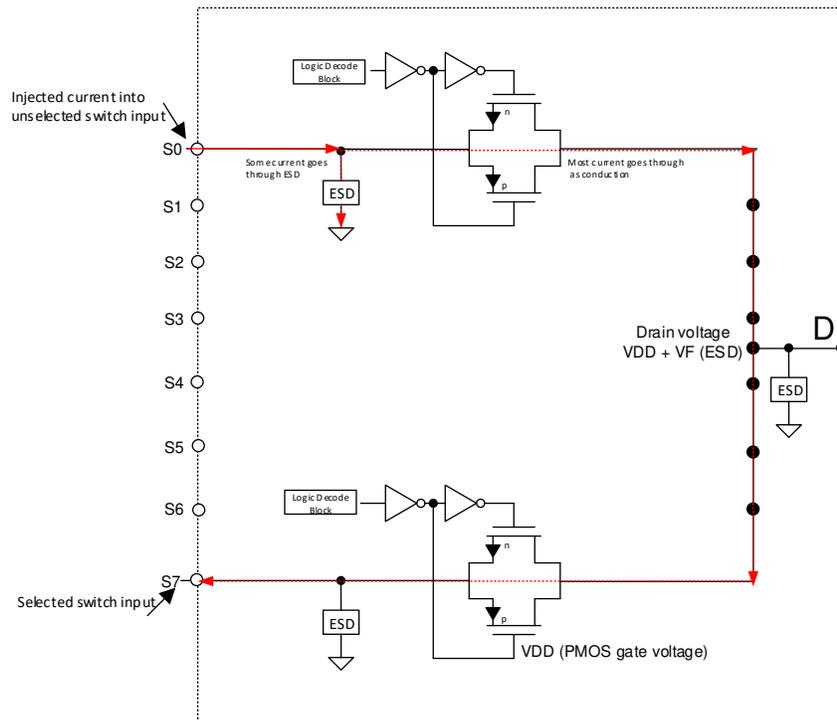

図 8-1. 典型的な CMOS スイッチとそれに関連するインジェクション電流経路の簡略図
インジェクション電流の影響: 一般的な CMOS スイッチには、入力および出力に ESD 保護ダイオードが備えられています。これらのダイオードは、ESD 保護として機能するだけでなく、入力や出力が V_{DD} を超えたり、GND や V_{SS} を下回ったりしないように電圧クランプとしても機能します。無効化された信号パスのピンに電流が注入されると、一部の電流は ESD ダイオードを通りますが、大部分の電流はドレインへ導通して流れます。ESD ダイオードの順方向電圧 (VF) が PMOS のスレッショルド電圧 (VT) より大きい場合、すべての OFF スイッチの PMOS が ON になり、ソースとドレイン間に望ましくないサブスレッショルドリーク電流が発生して、OFF 状態のソースピンも持ち上がってしまう可能性があります。図 8-1 は、典型的な CMOS スイッチと、それに関連するインジェクション電流の経路を示した簡略図です。